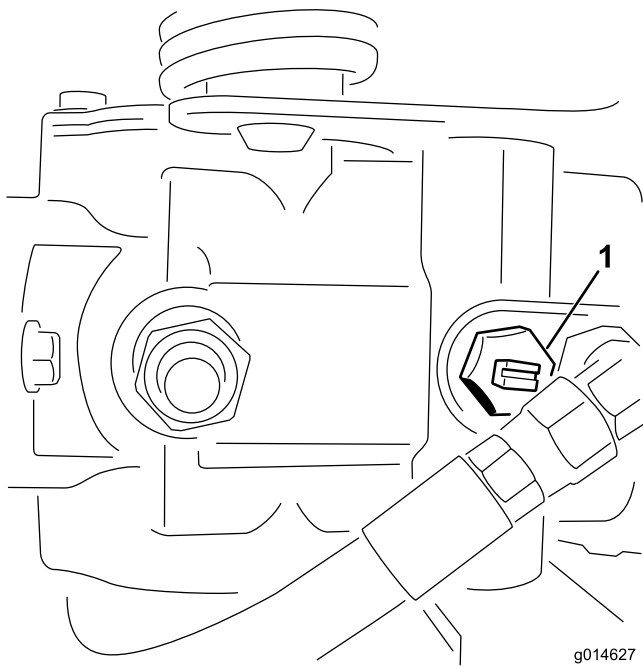

Figura 44
1. Girate la valvola bypass sulla pompa in modo che la scanalatura sia verticale (Figura 44).
2. Prima di avviare il motore chiudete la valvola bypass girandola in modo che la scanalatura sia orizzontale (Figura 44). Non avviate il motore quando la valvola è aperta.